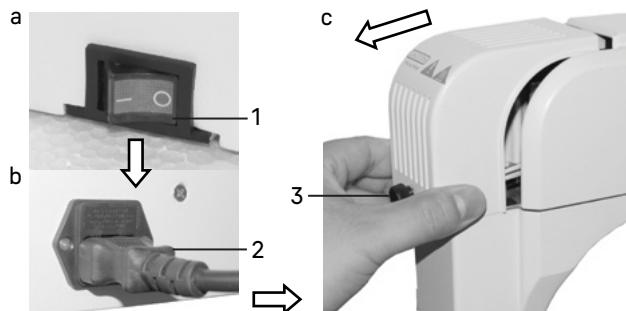

Рис. 28. Замена лампы
- Выньте шнур питания **2** из гнезда. Ослабьте винт **3**, снимите крышку фонаря лампы в направлении, указанном стрелкой на рис. 28с. Выньте неисправную лампу и замените ее новой. Закройте крышку, закрепите винтом.